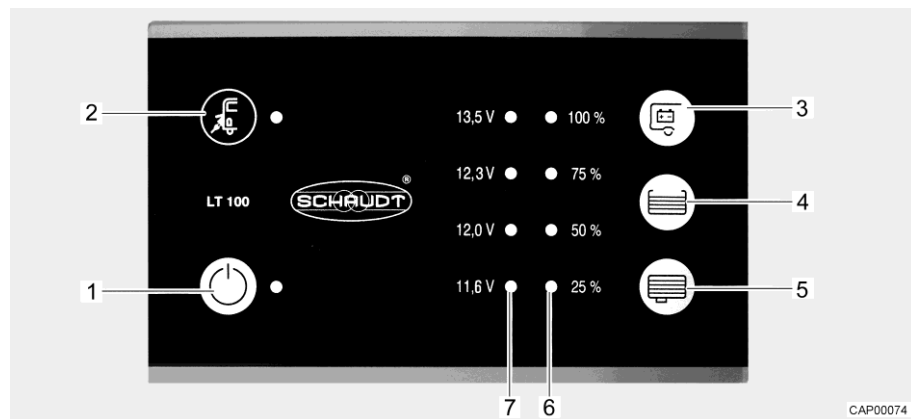

Fig. 70 Panneau de contrôle (LT 100)
La DEL jaune près du symbole de raccordement électrique "⚡" (Fig. 70,2) est allumée quand le véhicule est raccordé à une tension réseau externe. La DEL reste allumée quand le panneau de contrôle est éteint.
L'interrupteur principal 12 V (Fig. 70,1) établit ou coupe le panneau de contrôle et l'alimentation 12 V de la cellule.
- Appuyer sur l'interrupteur "⏻" (Fig. 70,1) : L'alimentation 12 V de la cellule est assurée. La DEL s'allume en vert.
- Appuyer de nouveau sur l'interrupteur "⏻" (Fig. 70,1) : L'alimentation 12 V de la cellule est coupée. La DEL s'éteint.
L'échelle DEL (Fig. 70,7) indique la tension de la batterie de cellule comme suit :
- Appuyer sur la touche "E" (Fig. 70,3) : La tension de la batterie de cellule est affichée.
L'échelle DEL (Fig. 70,6) indique le niveau de remplissage du réservoir d'eau fraîche ou de celui d'eaux usées.
Appuyer sur la touche "☰" (Fig. 70,4) : Le niveau de remplissage du réservoir d'eau fraîche est indiqué par les DEL allumées.
Appuyer sur la touche "☷" (Fig. 70,5) : Le niveau de remplissage du réservoir d'eaux usées est indiqué par les DEL allumées.